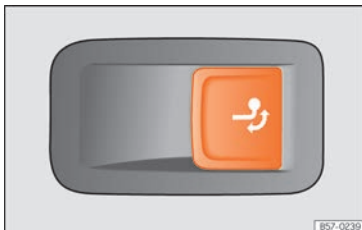

Fig. 202 No lado direito da bagageira: botão para desbloquear o gancho de reboque.
- Puxe o botão » » » Fig. 202 de forma breve. O gancho de reboque desbloqueia-se eletricamente e roda-se automaticamente para fora. A luz de controlo do botão pisca.
- Puxe o botão » » » Fig. 202 de forma breve. O gancho de reboque desbloqueia-se eletricamente.
- Se o aviso de controlo do botão » » » Fig. 202 → piscar, significa que o gancho de reboque ainda não encaixou corretamente ou está danificado » » » ⚠.
- Se a luz de controlo » » » Fig. 202 → permanecer acesa com a porta da bagageira aberta, o gancho de reboque está corretamente encaixado, tanto quando está retirado como quando está oculto.
- Não pressione nunca o botão » » » Fig. 202 quando tiver um reboque engatado ou estiver montado um porta-bagagens ou outros acessórios sobre o gancho de reboque.